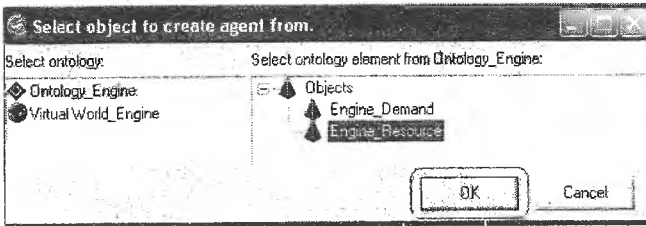

Рис. 14. Создание агента ресурса для концепта *Engine\_Resource*
- Создайте концепт «агент ресурса» для концепта «объект-ресурс»: выделите категорию *Resource Agents*, в контекстном меню выберите пункт *New Item -> Resource agent* и в появившемся диалоге выберите концепт *Engine\_Resource*. Затем нажмите <OK> и переименуйте созданный концепт в *Engine\_Resource* (рис. 14).